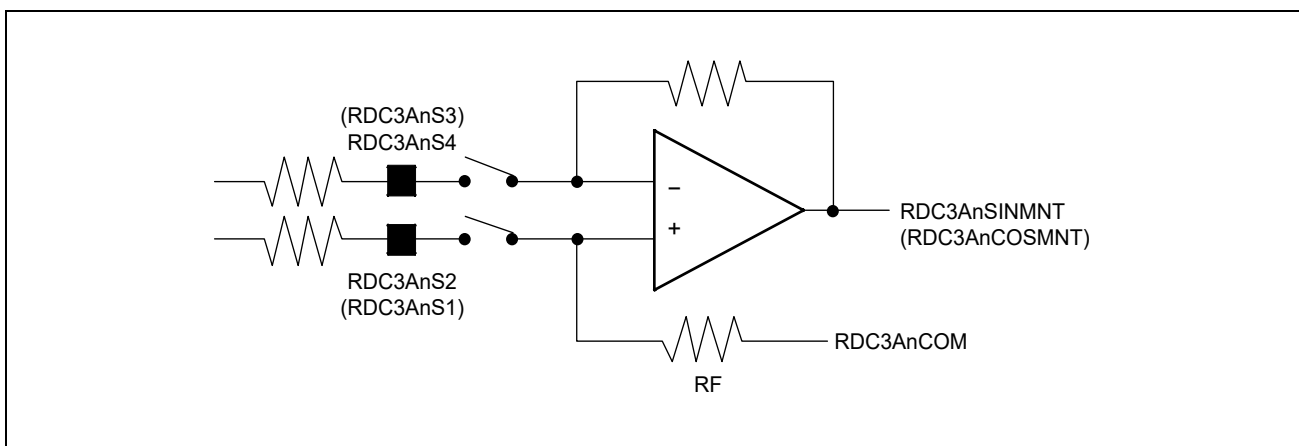

図 26.16 天絡地絡検出時の RDC3AnS1, RDC3AnS2, RDC3AnS3, RDC3AnS4 端子
1. RDC3AnS1、RDC3AnS2、RDC3AnS3、RDC3AnS4 端子を PGA 入力から切り離す。(図 26.16)